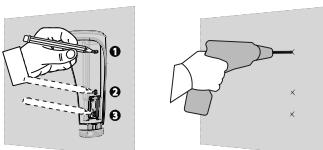

Figure 2:
1. Marquez et percez au moins deux trous dans le support de montage (voir Figure 2 et 3).
Note: Si vous installez l'autoprotection sur le détecteur, marquez et percez un trou pour l'autoprotection (trou numéro 2, Figure 2) et deux trous dans les autres encoches disponibles (numéro 1 et 3, Figure 2).